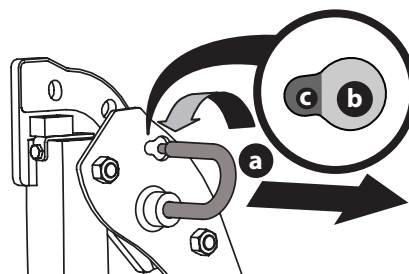

Figure 4
1. Tirez légèrement sur la partie supérieure de la SPRC pour relâcher la tension sur la goupille de verrouillage (a) et faites pivoter la goupille de verrouillage (a) de la position VERROUILLÉE (b) à la position RÉGLAGE (c). (Figure 4). Répétez la procédure pour la goupille de verrouillage du côté opposé.